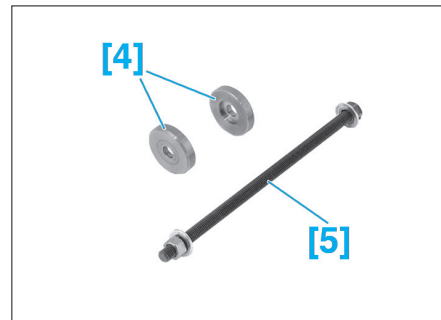

Fig. 18
- [4]. Bague de repose (réf : 0548.F3) (Fig.18).